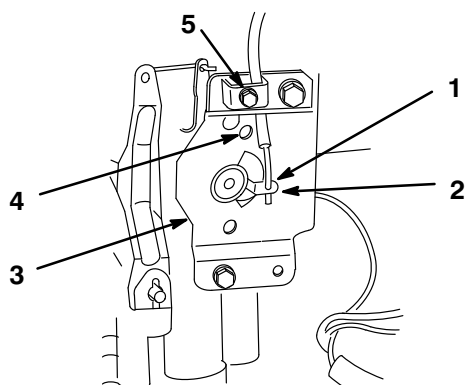

Figure 7
1. Mettre la manette des gaz en position RAPIDE (Fig. 7).
3. Accrocher l'extrémité pliée en Z du câble dans le trou du levier de commande (Fig. 7).
4. Desserrer la vis du pontet pour permettre le passage du câble, et ne pas la resserrer (Fig. 7).